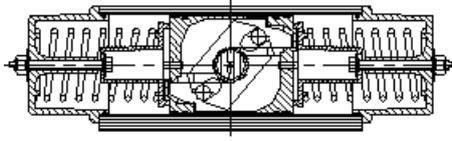

图2 RC200-SR
与DA执行机构相比，SR执行机构的活塞旋转了 $180^{\circ}$ ，如图2所示。这使活塞在其旋转运动时扭矩是增加的，虽然弹簧力在减小。
当DA执行机构的活塞按照图2所示安装时，就可在阀“开”的位置进行很好的调整。如需要执行机构可以在两端同时进行调整。活塞位置的可调节性使得在许多情况下都可以让执行器满足用户的要求。
4. 按照图 2 安装活塞。